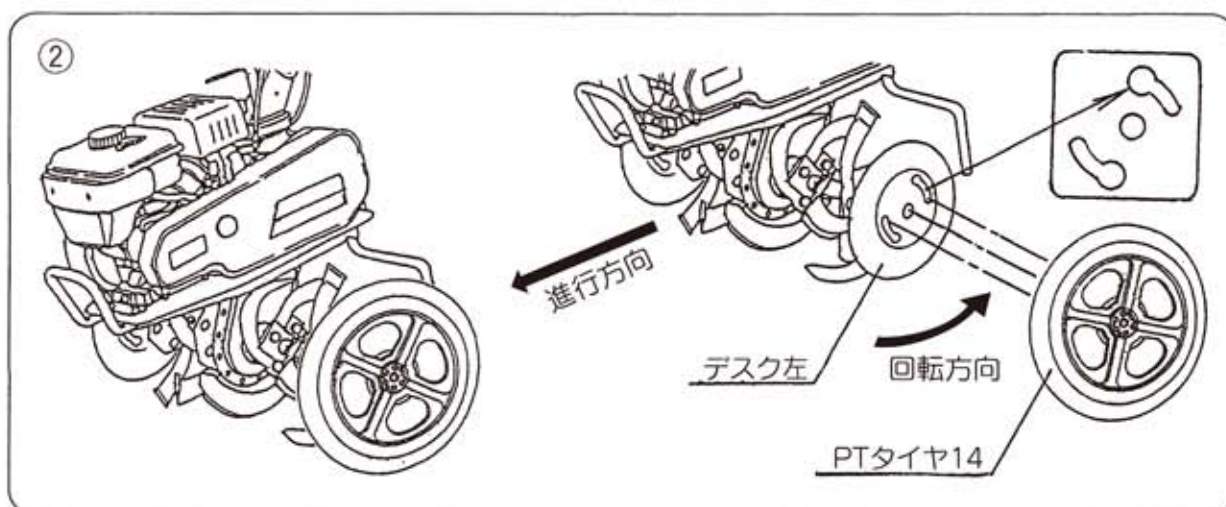

図3-②
2) PTタイヤ (移動用車輪) の組立 (図3-② (オプション部品))
PTタイヤは (図3-②) のように取付けます。